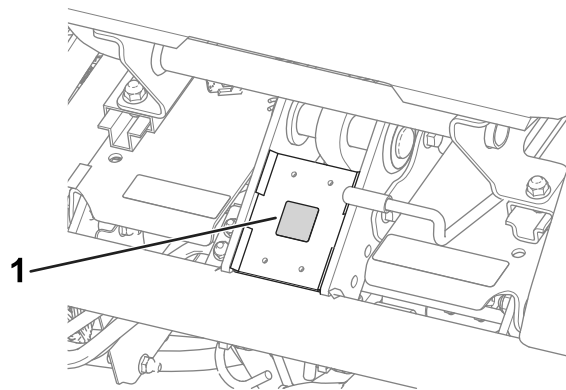

Figura 14
- Coloque o autocolante de conformidade CE (peça n.º 93-7252) debaixo da parte dianteira do banco (Figura 14).